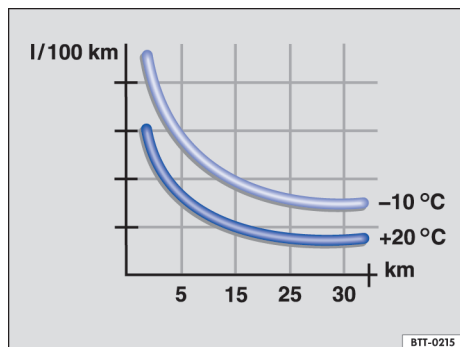

图 104 两种不同环境温度时的百公里油耗
汽车在同一路段行驶，环境温度分别为 +20°C 和 -10°C 时的百公里油耗曲线，显然，冬季油耗远高于夏季油耗。参见→ 图 104。
- ❏ 发动机冷机状态的油耗非常高。在几公里后才能达到理想的工作温度。当环境温度非常低时，例如在冬季时，平均油耗要高→ 图 104。